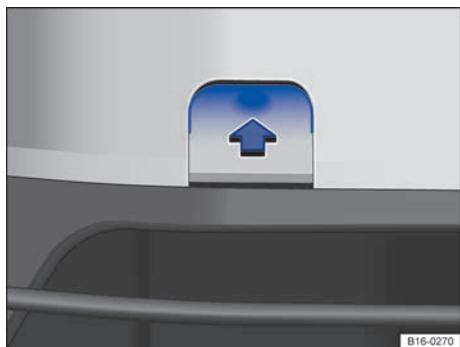

Fig. 205 En el lado derecho del paragolpes delantero: retirar la tapa.
- Presione sobre la zona superior de la tapa → fig. 205 (flecha) para desencastarla.